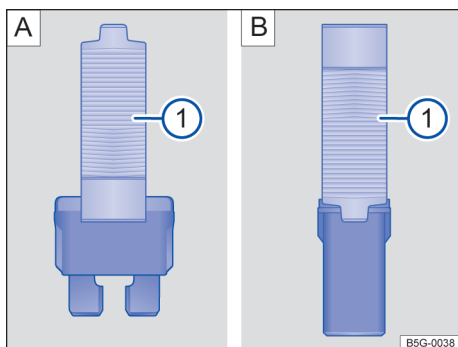

Fig. 203 Extrair ou colocar o fusível com pinças de plástico: A) Fusível encaixável plano. B) Fusível tipo bloco.
- Conforme o caso, retire as pinças de plástico → Fig. 203 ① situadas na tampa da caixa de fusíveis correspondente.
- Em função do tipo de fusível, desloque as pinças correspondentes → Fig. 203 [A] ① ou → Fig. 203 [B] ① lateralmente sobre o fusível.
- Se o fusível estiver queimado, substitua-o por um novo da *mesma* amperagem (de igual cor e gravação) e do *mesmo* tamanho → ①.